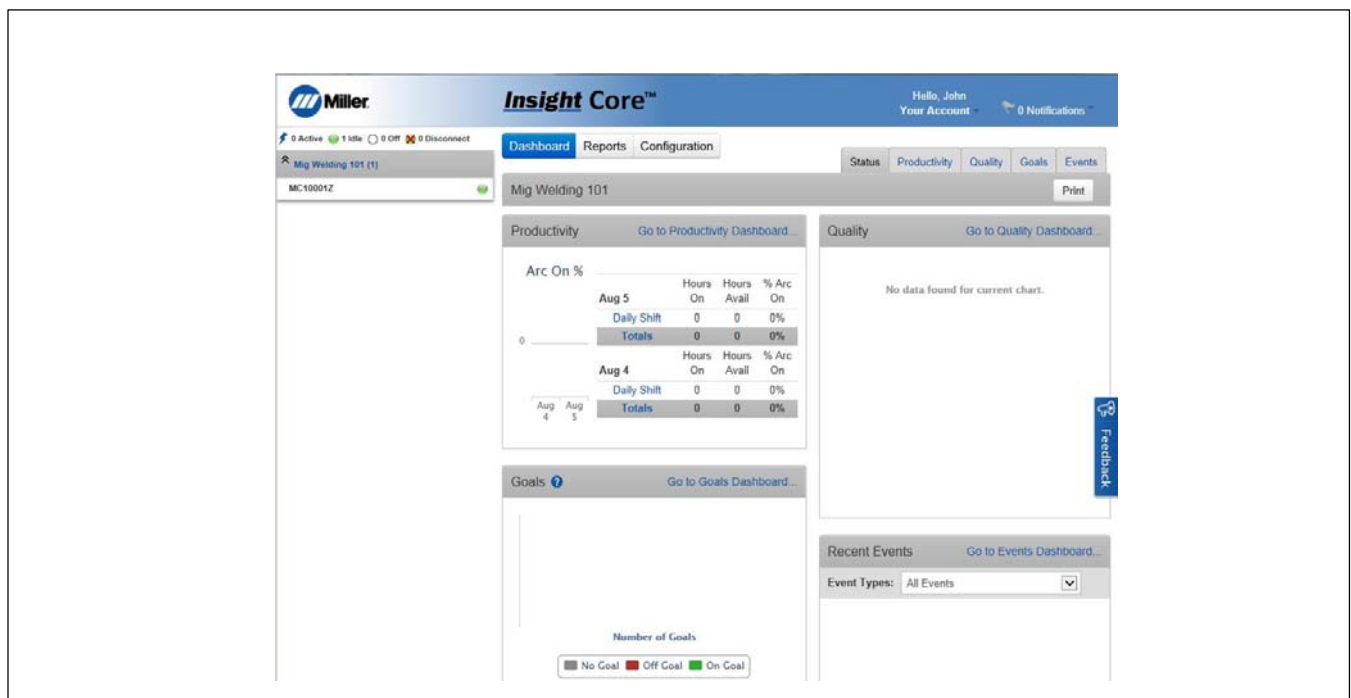

Figura 9-19. Panel de control Insight Core de la empresa
3. Después de hacer clic en el botón Register (Registrar), aparecerá la página de inicio que se acaba de crear para la empresa (consulte la Figura 9-19).